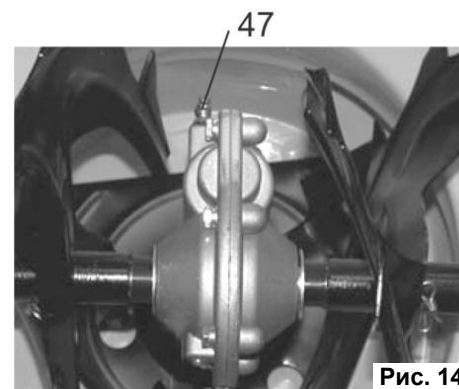

Рис. 14
- Выкрутите штуцер (47)(См. Рис.14), используя шприцеватель (в комплект не входит) закачайте около 100 г густой смазки в редуктор.